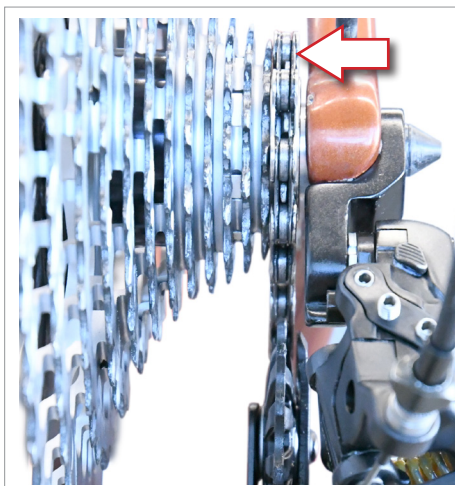
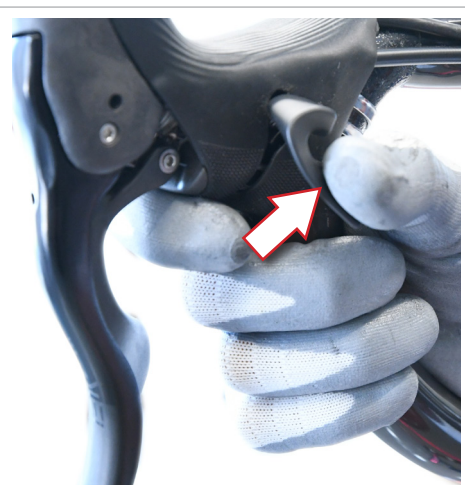

Fig.7
Fig.8
• Realice esta operación con la cadena situada en el piñón más pequeño (Fig. 7) de la rueda libre y con el pulsador del mando Ergopower™ a cero (Fig. 8).